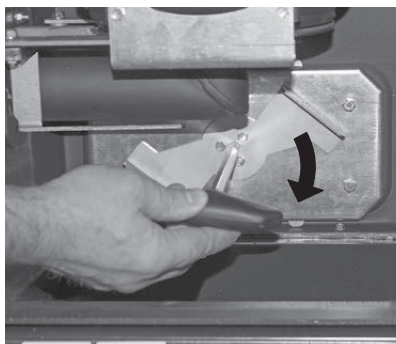

Fig. 58 Tourner la poignée et retirer le couvercle
- ▶ À l'aide d'une clé à six pans creux, faire tourner la poignée au niveau du couvercle des surfaces d'échange dans le sens des aiguilles d'une montre vers le bas et retirer le couvercle – Fig. 58.